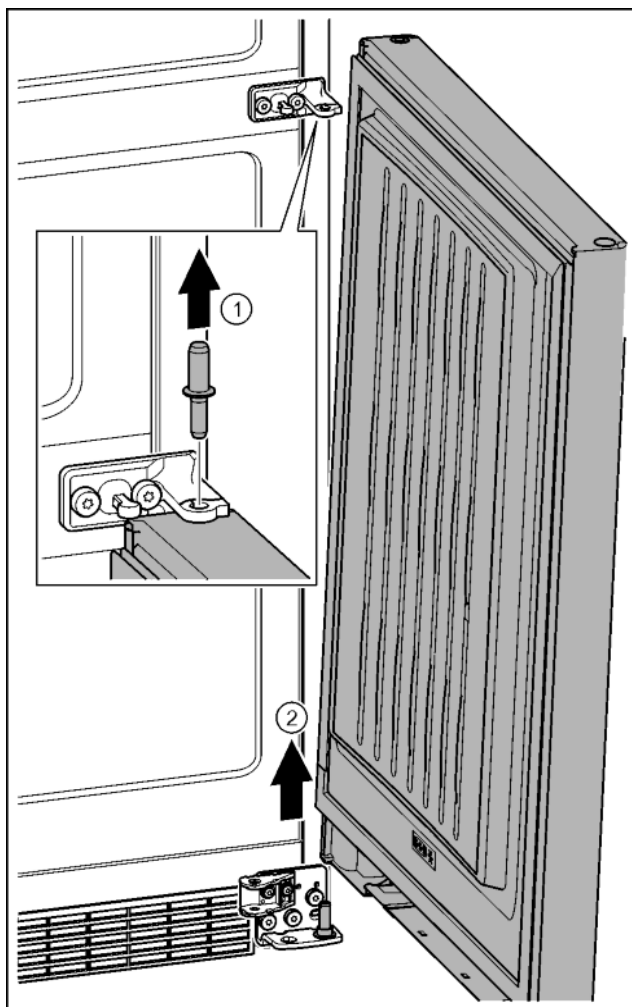

Fig. 27
- Čep vytáhněte nahoru. Fig. 27 (1)
- Dveře vysadíte, vytáhněte nahoru a odložte stranou. Fig. 27 (2)